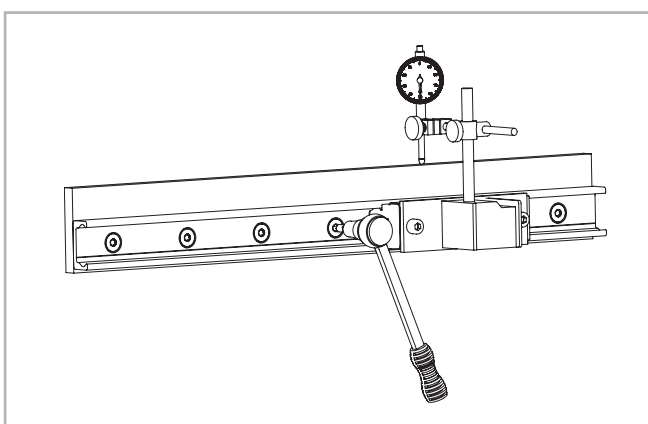

Fig. 158
(2) Monte um comparador no carro de modo que possa fazer a medição do desalinhamento da guia relativamente a uma linha de referência. Posicione agora o carro no meio da guia e ponha o contador em zero. Faça avançar e recuar o carro dois intervalos entre os furos respectivamente e realize assim o alinhamento cuidadoso da guia. Aperte os três parafusos médios deste setor com o momento de aperto recomendado para tanto, ver pág. fig. 158.
(3) Posicione o carro agora em uma das extremidades da guia e realize o alinhamento cuidadoso da guia com o valor zero do contador.